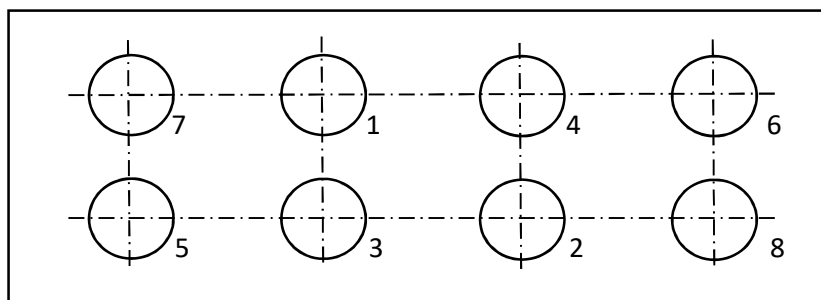

Рис. 5 Схема очереди завинчивания винтов
- Ослабьте гайки сальника (16) и вытяните раму.
- Очистите элементы рамы, поместите прокладки и стекло и снова соберите раму. Винты должны затягиваться попеременно, с ощущением и равномерным усилием. Момент затяжки не более 30 Нм. Для рам 705.2, 705.3, 705S и 703 затяжка гаек показана в прилагаемом эскизе (рисунок 5).
- Штифты собранной рамы должны быть помещены в сальниковые коробки (ранее поместить герметик в камеры). С помощью гаек (16) предварительно уплотните соединение, а затем вставьте раму (17) на головки указателя уровня жидкости.